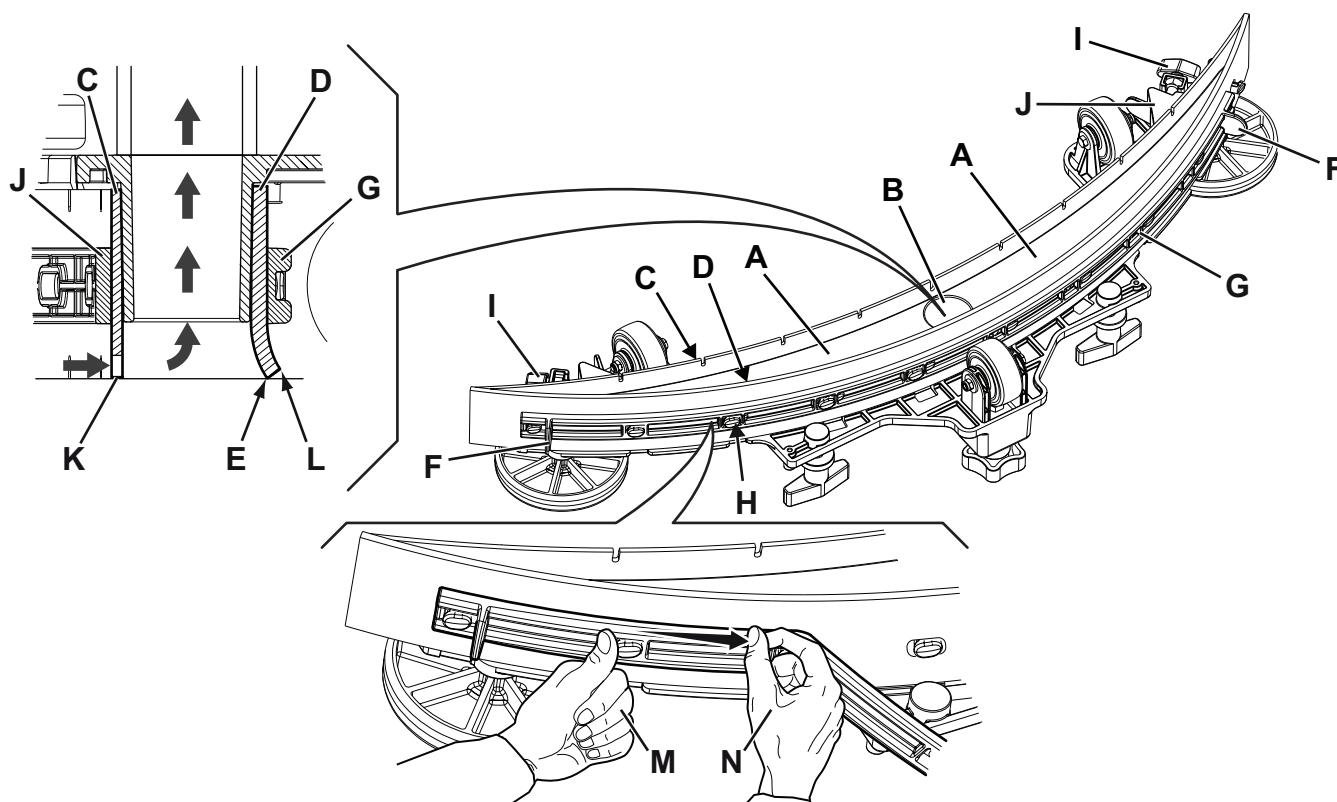

Рис. 7
2. Убедитесь, что машина отключена и ключ зажигания (41) извлечен (при наличии).
3. Ослабьте маховики (14) и снимите швабру (29).
4. Вымойте и очистите швабру. В частности, очистите отсеки (А, Рис. 7) и отверстие (В). Проверьте состояние переднего (С) и заднего (D) скребков. При наличии повреждений замените их, как показано ниже.
2. Проверьте состояние переднего (С, Рис. 7) и заднего (D) скребков. При наличии повреждений замените их, как показано ниже. Проверьте, не изношен ли передний угол (Е) заднего скребка; в противном случае переверните скребок, чтобы поменять местами изношенный угол с целым. Если и другие углы изношены, замените скребок в следующем порядке:
- Используя переключку (F) выдвиньте и снимите эластичную планку (G), а затем поверните или замените (H) задний скребок (D).
- Установите задний скребок, действуя в обратной последовательности. Прикрепите эластичную планку (G) к креплениям (H), начиная с одной стороны. Чтобы облегчить процедуру крепления, закрепляйте крепления по одному за раз, фиксируя планку перед креплением одной рукой (M) и тяните ее другой рукой (N).
- Отвинтите маховики (I) и снимите планку (J), затем поверните или замените передний скребок (C).
3. Установите швабру (29) и закрутите маховики (14).
- Убедитесь, что край (K) переднего скребка (C) и край (L) заднего скребка (D) размещены как показано на рисунке.
- Используйте рукоятку (15) для регулирования.